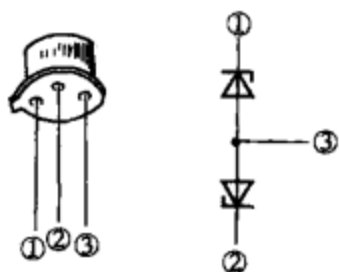
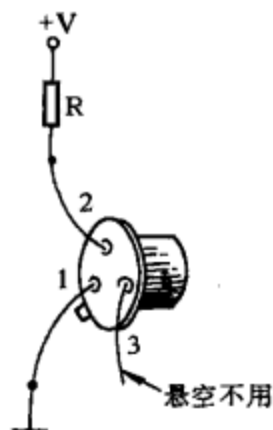

图 3-30
图 3-31
三引脚稳压管是一种具有温度补偿的稳压二极管，例如 2DW7 系列、2DW8 系列等，其外形与晶体三极管一样，具有 3 只引脚，其管壳内包含了两个背靠背反向串联的稳压二极管，如图 3-30 所示。①脚和②脚分别为两个稳压二极管的负极，由于是对称的，可随意互换，使用时一个接电源正极，另一个接地。③脚为两个稳压二极管的公共正极，悬空不用，如图 3-31 所示。